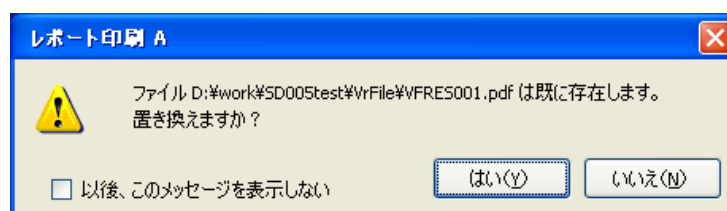

図 5-32 PDF の上書きメッセージ
- 8 すでにレポート印刷しているときには、図5-32のダイアログボックスが表示されます。レポートの PDF を上書きして良ければ、「はい」ボタンをクリックします。上書きしたくないときには、「いいえ」をクリックしてレポート印刷を終了してください。